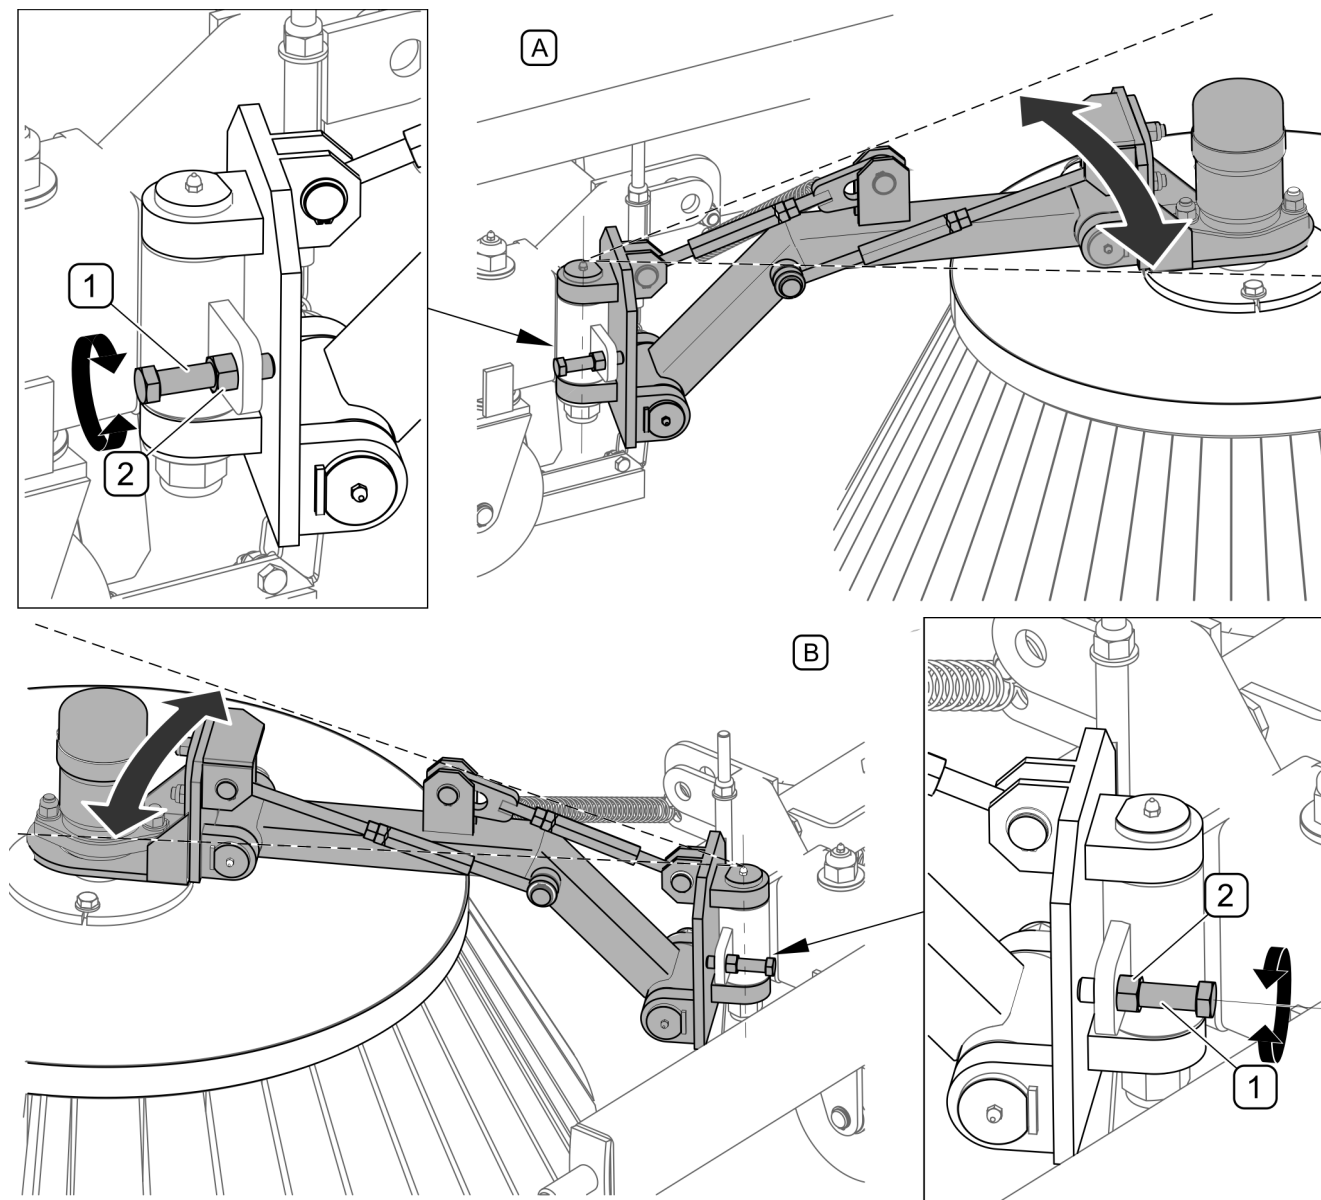

РИСУНОК 5.9 Регулювання бічного відхилення щіток
- 4) Регулювання бічного відхилення щіток (РИСУНОК 5.9)
Під час роботи права (A) і ліва (B) щітки відхиляються назовні машини (РИСУНОК 5.9), а коли підмітальний агрегат піднімається, важелі щіток переміщуються до центру машини завдяки натяжним пружинам. Діапазон горизонтального переміщення щіток обмежений гвинтами (2). Праву (A) і ліву (B) щітку можна встановити довільним чином залежно від бажаної ширини підмітання.
Для регулювання відхилення щіток (РИСУНОК 5.9) необхідно: